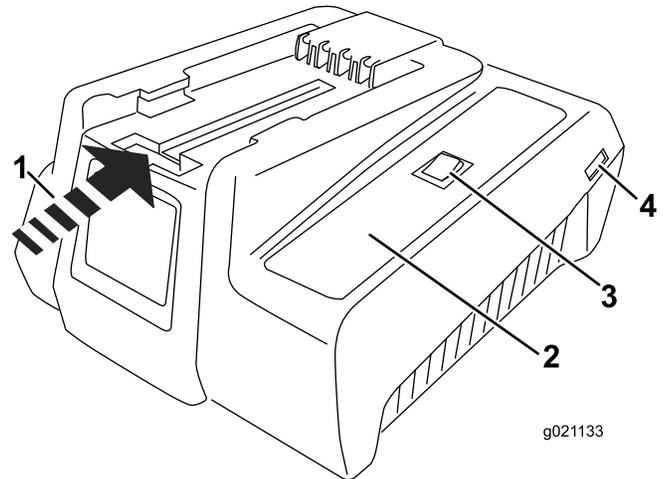
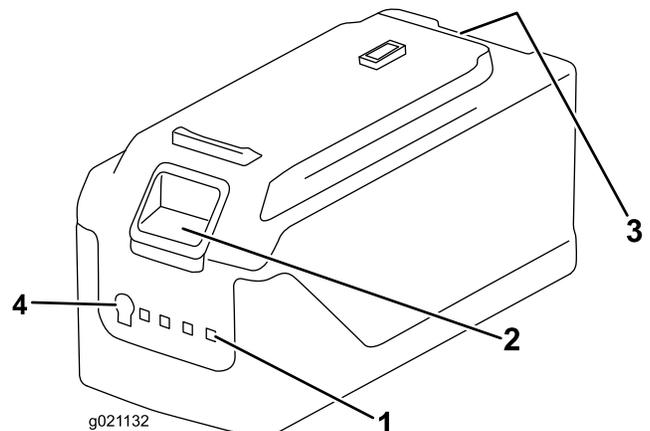

Figure 12
Figure 13
- 1. Si ce n'est déjà fait, branchez le cordon d'alimentation au chargeur (Figure 12), puis branchez-le à la prise électrique.
- 2. Retournez la batterie et placez la borne en face de la fente du chargeur (Figure 12 et Figure 13).